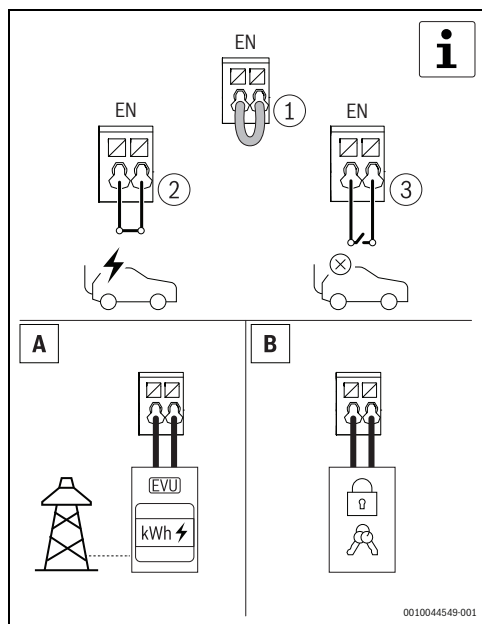

Fig. 407 Saída digital opcional
- ▶ Desbloqueie o Power Charge 7000i com o cartão RFID, a aplicação, ou através do dispositivo de bloqueio externo. Este passo é opcional (→ fig. 407 e 6.1.5, página 414).